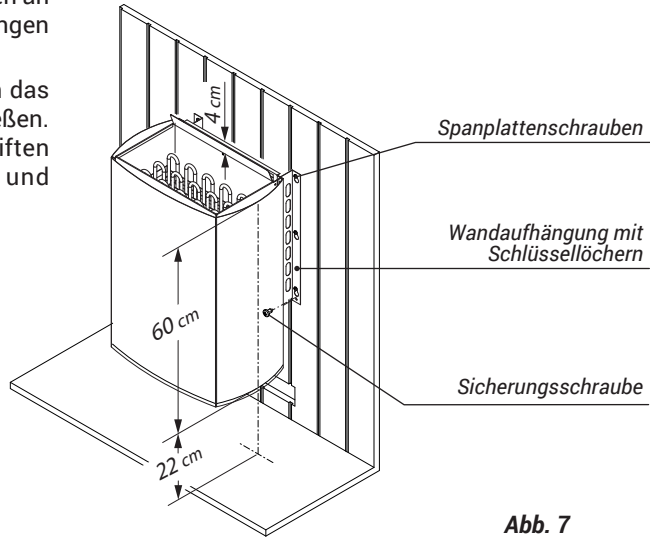

Abb. 7
- Jetzt können Sie das Saunaheizgerät mit den Schlüssellöchern in die bereits an der Kabinenwand befestigten Spanplattenschrauben einhängen und anschließend mit den beiden Sicherungsschrauben an den Wandaufhängungen sichern. (Abb. 7)